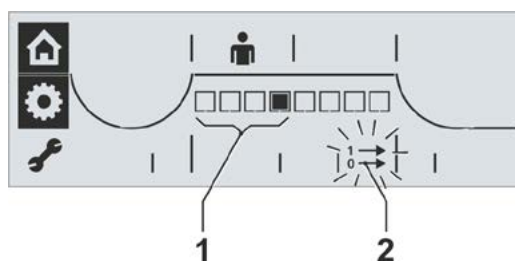

Fig. 1: Indicação dos kits de aviso
- No menu 'Parâmetro', girar o controle de drive até que o símbolo para o número de rotações pisque (Fig. 1, pos. 2). Um segmento preto mostrará dentro dos primeiros quatro locais da escala (pos. 1) o kit atual; aqui na fig. 1 foi escolhido o kit 4 (veja também as tabelas acima).